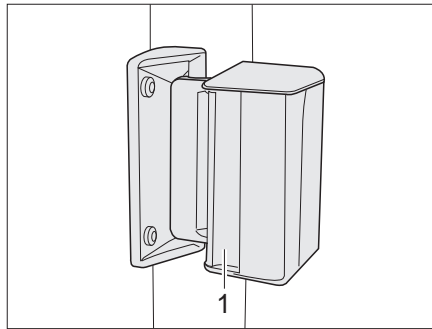

Fig. 60 Ventana corredera
- Presionar el tirador (Fig. 60,1) y, al mismo tiempo, empujarlo o tirarlo hacia delante o hacia atrás.